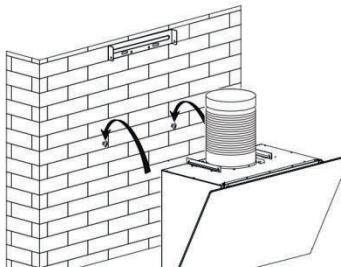

Bild 4
6. Hängen Sie das Gerät mit den Befestigungsschrauben an der Wand auf. Siehe Bild 4.